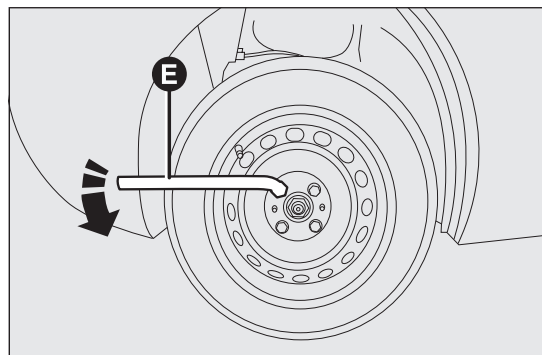

fig. 98
- allentare di circa un giro i bulloni di fissaggio della ruota da sostituire con la chiave in dotazione E fig. 98;